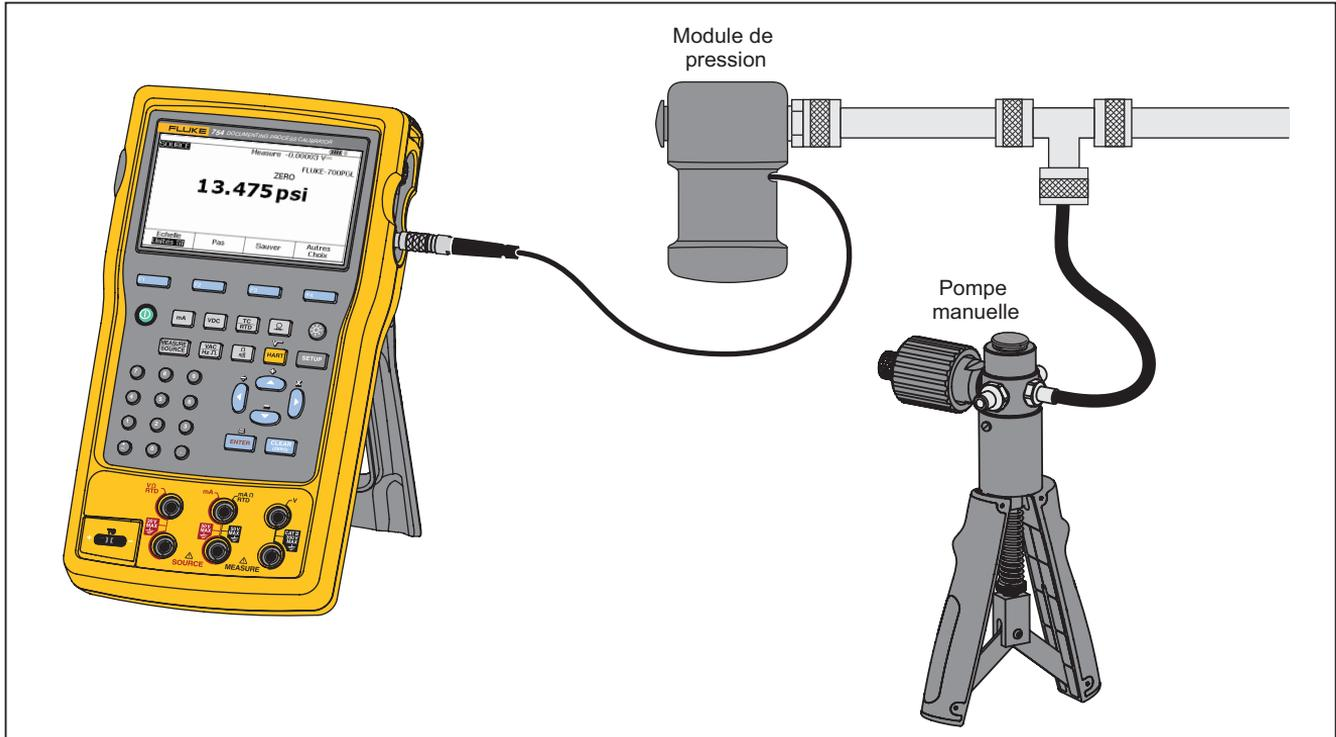

Figure 21. Connexions à la pression de source
L'appareil possède une fonction d'affichage de la pression de source lorsqu'une pompe manuelle de pression externe est requise. Utilisez cette fonction pour étalonner des instruments qui nécessitent une source de pression ou une mesure de pression différentielle. Voir les Figures 21 et 36 pour obtenir des informations sur cette application.
Pour utiliser l'écran de la pression de source, voir la Figure 21 :
1. Connectez un module de pression et une source de pression à l'appareil, comme l'illustre la Figure 21. Les embouts filetés des modules de pression acceptent les raccords de tuyau standard de ¼ NPT. Utilisez au besoin l'adaptateur fourni ¼ NPT - ¼ ISO.